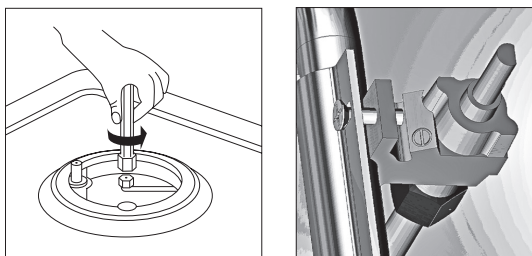

Рис. 9
- Поверните регулировочный винт крана (расположен сбоку Рис. 9) по часовой стрелке до упора (для сжиженного газа) или против часовой стрелки (для природного газа).